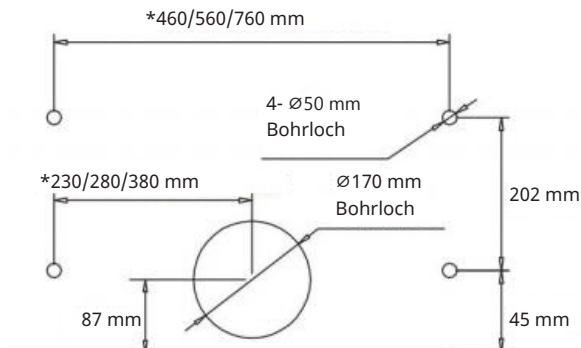
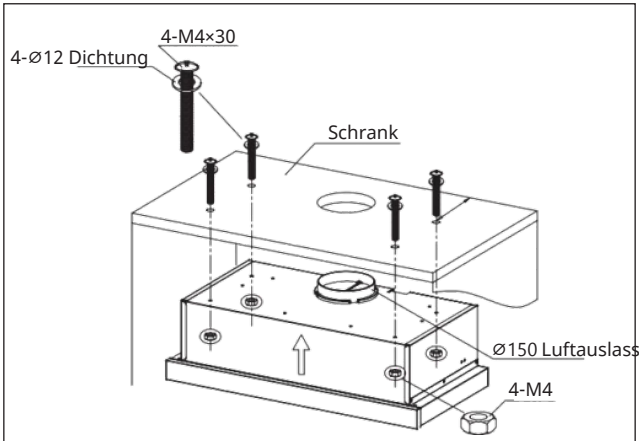

Bild 2
Bild 3
2. Bohren Sie 4 Löcher mit $\varnothing 5$ mm und ein Loch mit $\varnothing 170$ mm in den Boden des Hängeschanks, wie in Bild 2 und Bild 3 gezeigt.